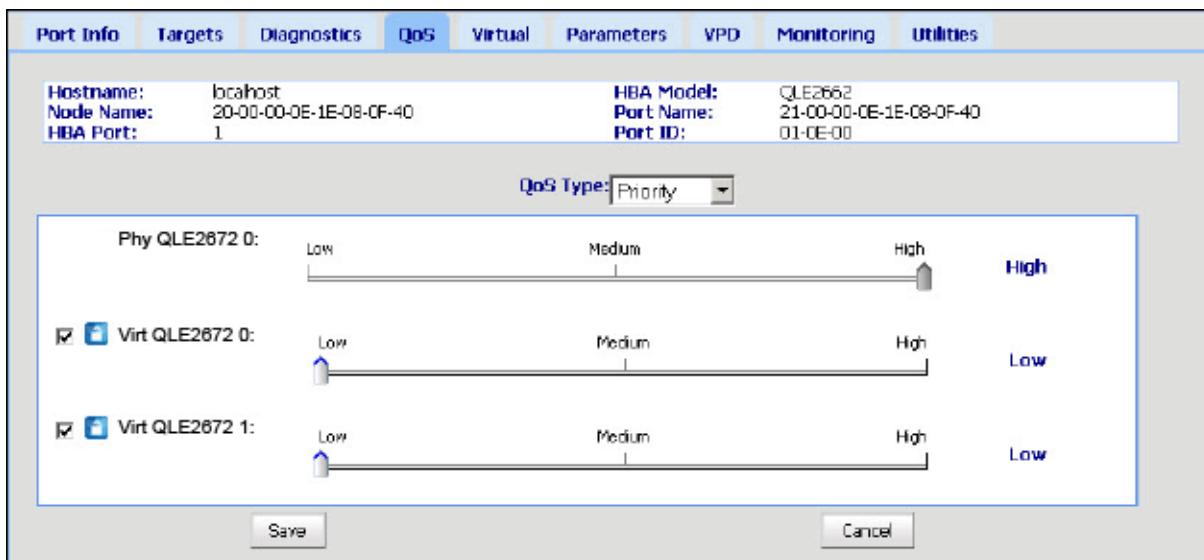

図 3-10. 優先順位による QoS の設定
5. 図 3-10 にあるように、スライダを動かして low (低)、medium (中)、または high (高) の優先順位を選択します。